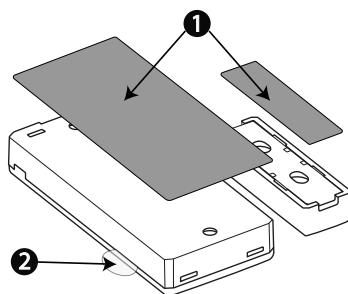

Abbildung 2: Quick installation
1. Ziehen Sie die Trennpapiere von den beiden Streifen des doppelseitigen Klebebandes ab und befestigen Sie sie auf der Rückseite des Gerätes und des Magneten. Siehe Abbildung 2.